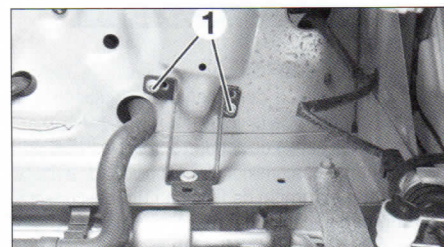

FIG. 11
- las tuercas de fijación (1) de la electrobomba (**fig. 11**).